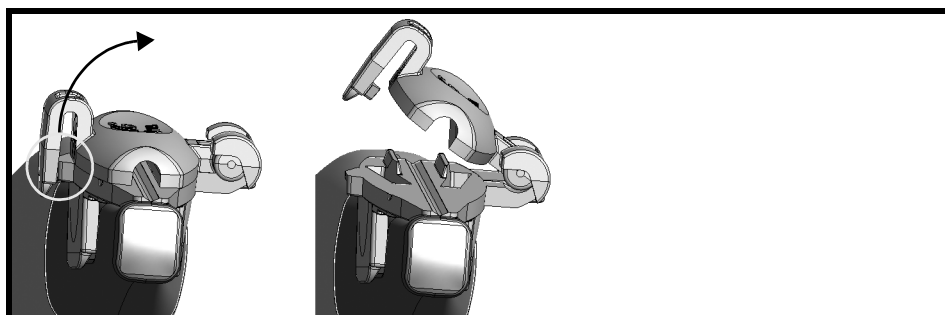

Рисунок 6. Нажать для открытия направляющей для иглы на N11C5s.
- 1 Удерживать датчик левой рукой. Правой рукой осторожно надавливать на вкладыш направляющей для иглы сбоку, пока он не откроется, см. Рис. 6.